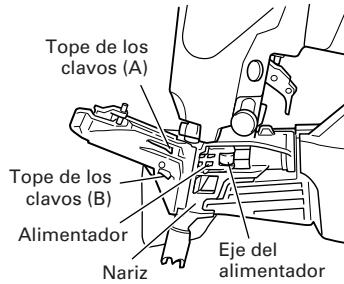

Fig. 18
- (2) Abra la guía de los clavos y limpie el polvo, etc., como se muestra en la Fig. 18. Aplique lubricante en la ranura de deslizamiento del alimentador y en el eje del alimentador. Compruebe que el topo de clavos (A) y el topo de los clavos (B) se desliza con suavidad presionándolos con el dedo.